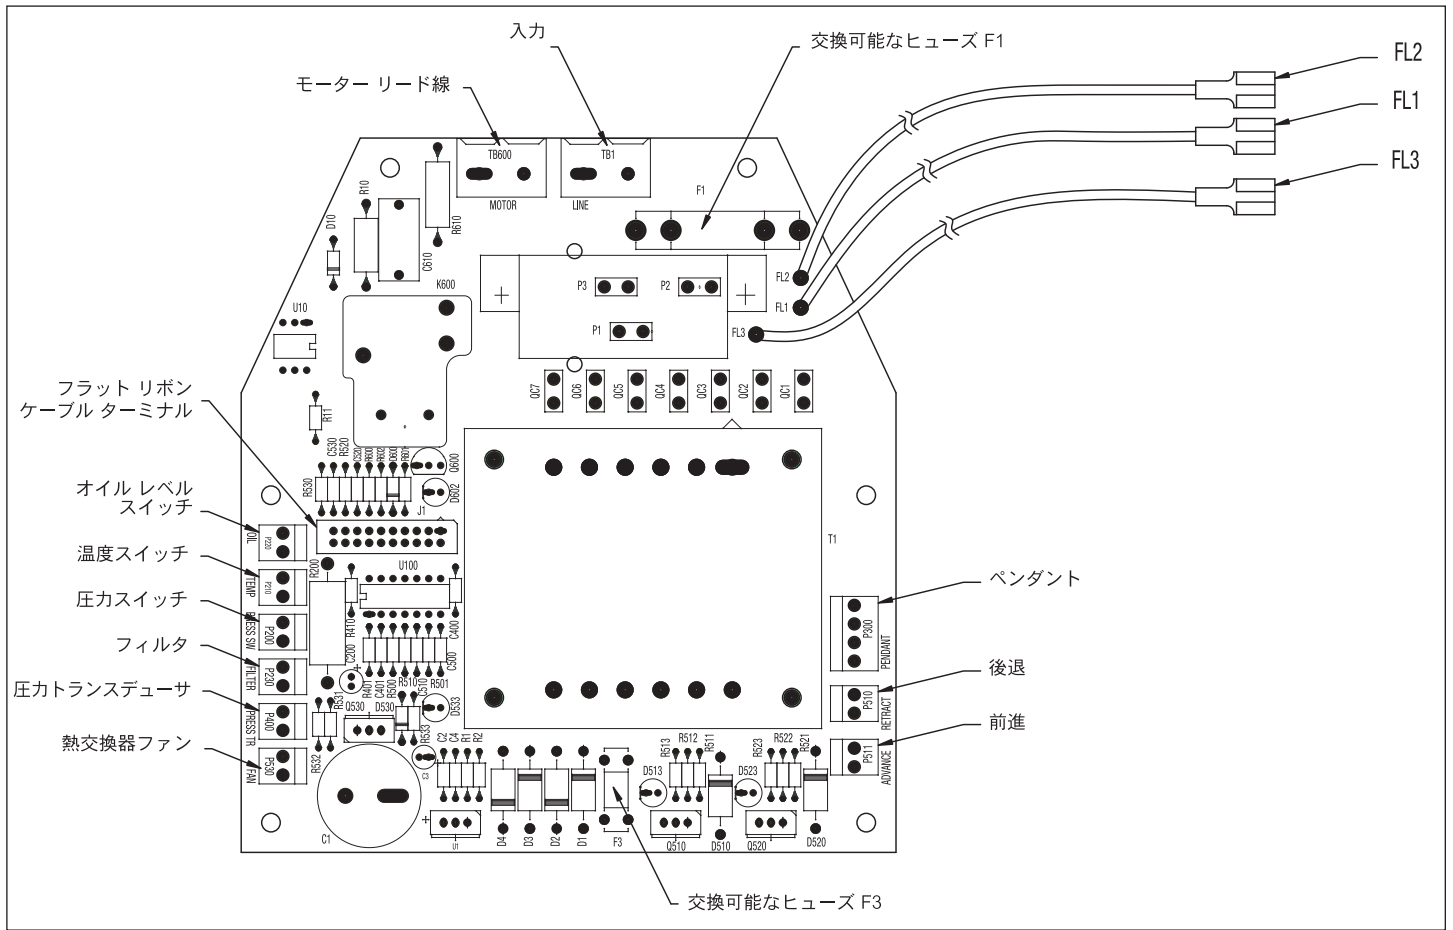

図 11、電源ボードの構成
圧力トランスデューサ、熱交換器、圧力スイッチ、ペンダント / フット スイッチ、バルブ ソレノイド (A) および (B) には、電源ボード (図 11) のそれぞれの差し込み口に差し込むコネクタが付属しています。
端子ボックスを開ける前に、ユニットを電源から切り離します。LCD を半分取り外し、バックパネルから小さなホール プラグを 1 個取り外します。バックパネルからコードを通し、電源ボードに接続 (図 11 を参照) して、張力逃しホルダを固定します。取り外したシュラウドを取り付けます。
端子ボックスを開ける前に、ユニットを電源から切り離します。LCD を半分取り外し、バックパネルから小さなホール プラグを 1 個取り外します。バックパネルから圧力スイッチのコードを通し、電源ボードに接続 (図 11 を参照) して、張力逃しホルダを固定します。取り外したシュラウドを取り付けます。